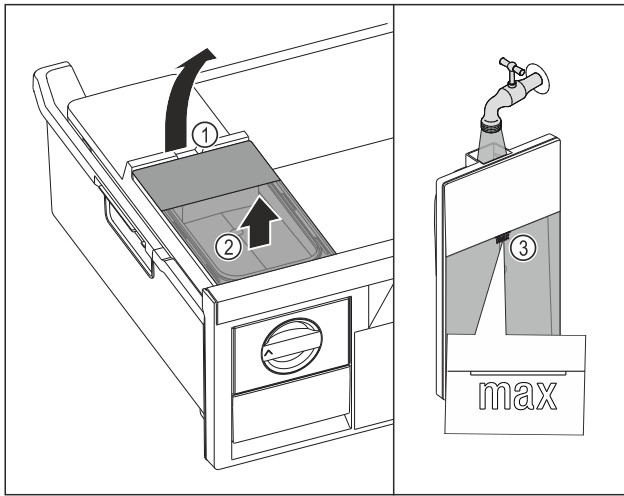

Fig. 151
- Nosta vesisäiliö lovesta Fig. 151 (1).
- Ota vesisäiliö ulos yläkautta Fig. 151 (2)
- Täytä vesisäiliö juomavedellä merkintään Fig. 151 (3) asti.